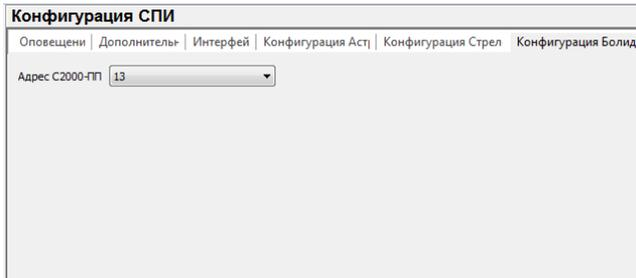

Рис. 13. Выбор адреса С2000-ПП
Конфигурация Болид – содержит строку для выбора адреса преобразователя протокола C2000-ПП. Адрес, установленный в программе *Конфигуратор Про*, должен соответствовать адресу, который был установлен в программе UProg.exe для передачи по RS-485 Modbus (рис. 13).
- ✓ через меню *Настройки - Общие настройки* выберите канал *Соединение через USB* (рис. 13).